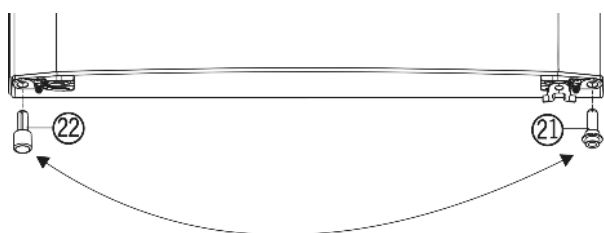

Fig. 4
- Unten links das Distanzteil Fig. 4 (22) aus der Tür herausnehmen.
- Das Distanzteil *Fig. 4 (22)* wieder rechts unten in die Tür einsetzen.